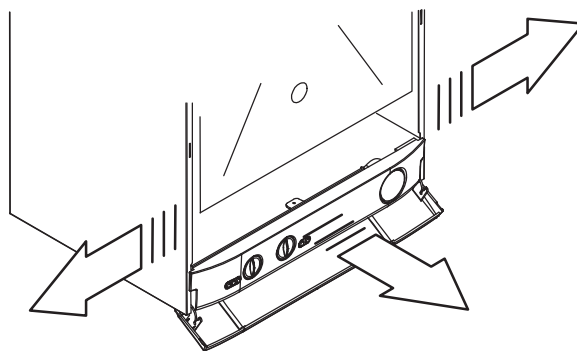

Fig. 5.6
3. Move the lower part of the side panels as indicated in Fig. 5.6 and pull the control panel. When completely pulled out, the panel can rotate 45° downwards to facilitate the operations on the internal parts.
3. Сдвиньте нижнюю часть боковой панели как указано на рис. 5.6 и извлеките панель управления. После того, как Вы ее полностью извлекли, панель можно повернуть на 45 гр.по направлению вниз, чтобы обеспечить свободный доступ к внутренним частям.